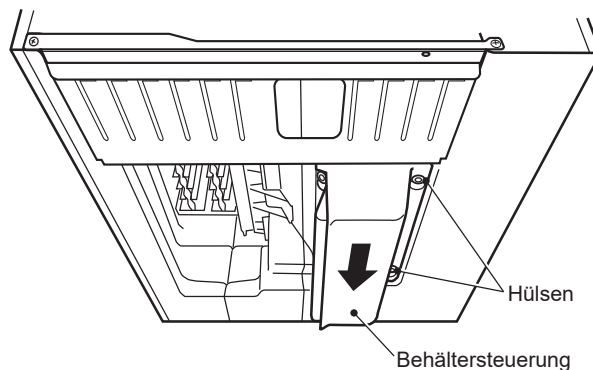

Abb. 6
7) Das Kabel der Behältersteuerung nach oben ziehen und die Behältersteuerung rechts an der Innenwand einhaken. Dann die Behältersteuerung nach oben gegen den Boden des Gerätes drücken und nach hinten schieben, bis sie hörbar einrastet. Darauf achten, dass die Schlitze rechts an der Behältersteuerung richtig auf den Hülsen unten am Gerät sitzen. Siehe Abb. 6.